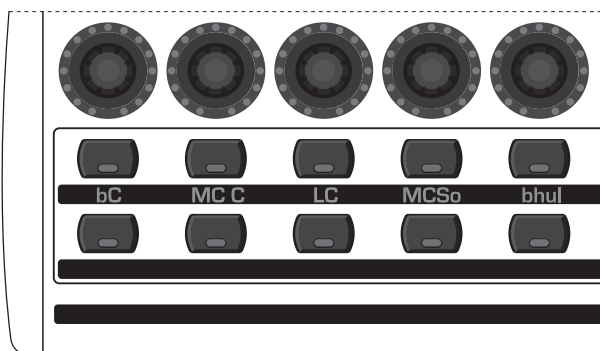

Fig. 4.10: Touches des modes d'émulation
1. Maintenez enfoncée la touche du mode d'émulation désiré (voir Fig. 4.10).